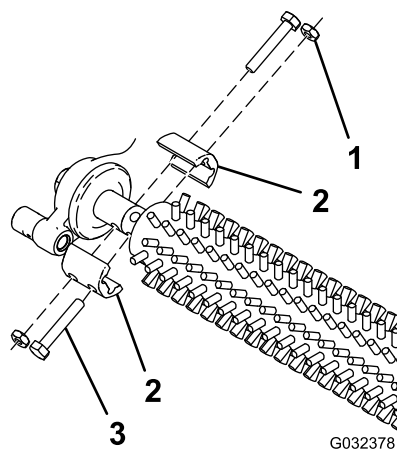

図 10
3. グルーマブラシを機体左右に固定する外しておいたボルト4本、ジャムナット、シャフトクランプを使用する 図 10。